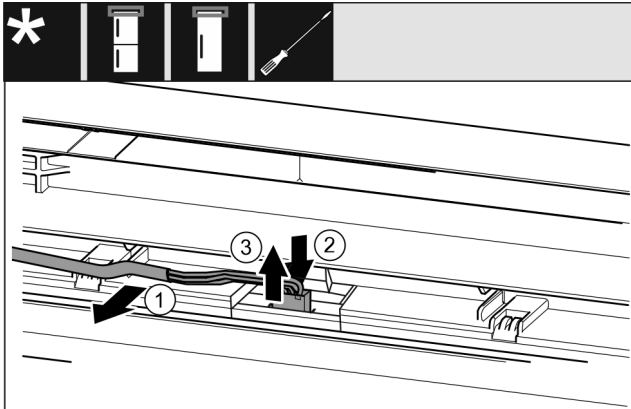

Fig. 18
- Sortir délicatement le câble gris du guide dans la porte. *Fig. 18 (1)*
- Pousser vers l'arrière la languette située derrière la prise. *Fig. 18 (2)*
- Tirer soigneusement la prise vers le haut. *Fig. 18 (3)*